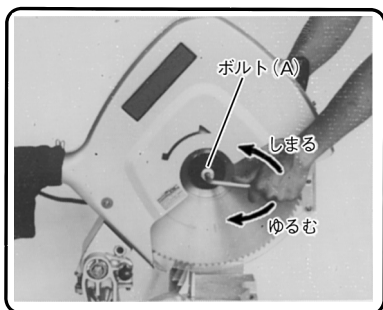

図 28-ロ
(1) スピンドルロックを押したまま、ボルト (A) に付属の17mmボックススパナ (図3参照) を掛け、ゆっくりと回転させるとスピンドルロックが下がり、のこ軸が固定 (のこ刃が回転できない状態) されます。(図28-イ)